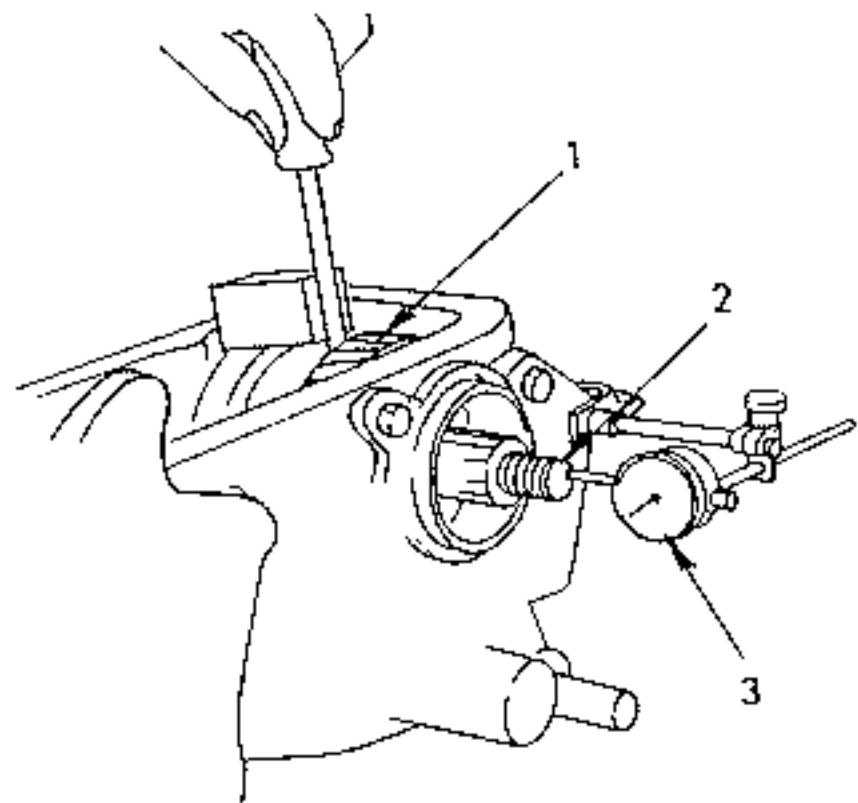

Bild 79
- Schrauben des vorderen Lagerdeckels (62) mit 40 Nm anziehen.
- Hinteren Lagerdeckel (25) mit 40 Nm anziehen.
die Teile einwandfrei montieren und eine Messuhr, wie in Bild 79 gezeigt, so am Getriebegehäuse anbringen, dass der Messfinger gegen das Ende der Welle ansitzt. Mit einem Schraubenzieher die Welle nach hinten drücken und die Messuhr auf Null stellen. Welle in die andere Richtung drücken und die Anzeige der Messuhr ablesen. Das Spiel sollte zwischen 0,025 und 0,07 mm liegen. Falls erforderlich, muss es durch Veränderung der Scheibenstärke zwischen dem Deckel (25) und dem Gehäuse berichtigt werden.